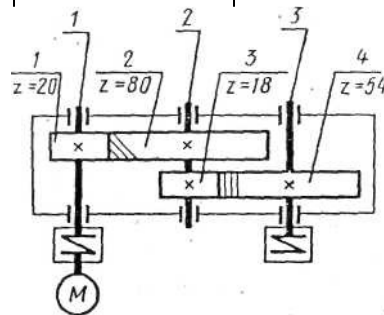

Рис. 84
**Пример** (рис. 84). Привод состоит из электродвигателя мощностью  $P_{дв} = 17$  кВт с угловой скоростью вала  $\omega_{дв} = 144$  рад/с и многоступенчатой передачи. Требуется определить: а) общие КПД и передаточное отношение передачи, б) мощности, вращающие моменты и угловые скорости для всех валов.